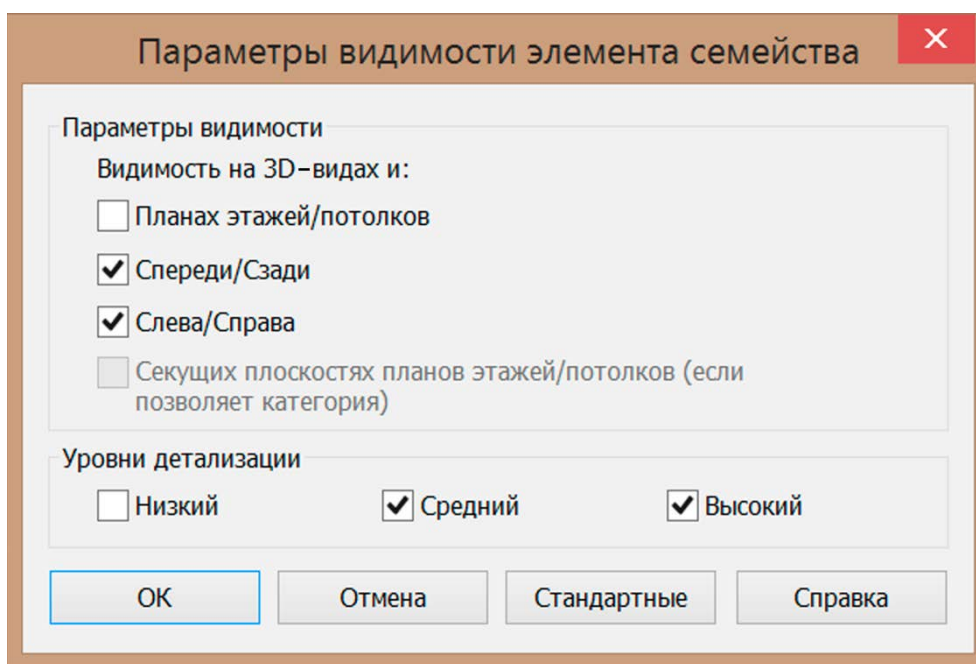

Рис. 2.5. Настройка видимости элемента семейства
11. Выделить ножки и настроить их видимость в проекте: Изменить – Параметры видимости (рис. 2.5).